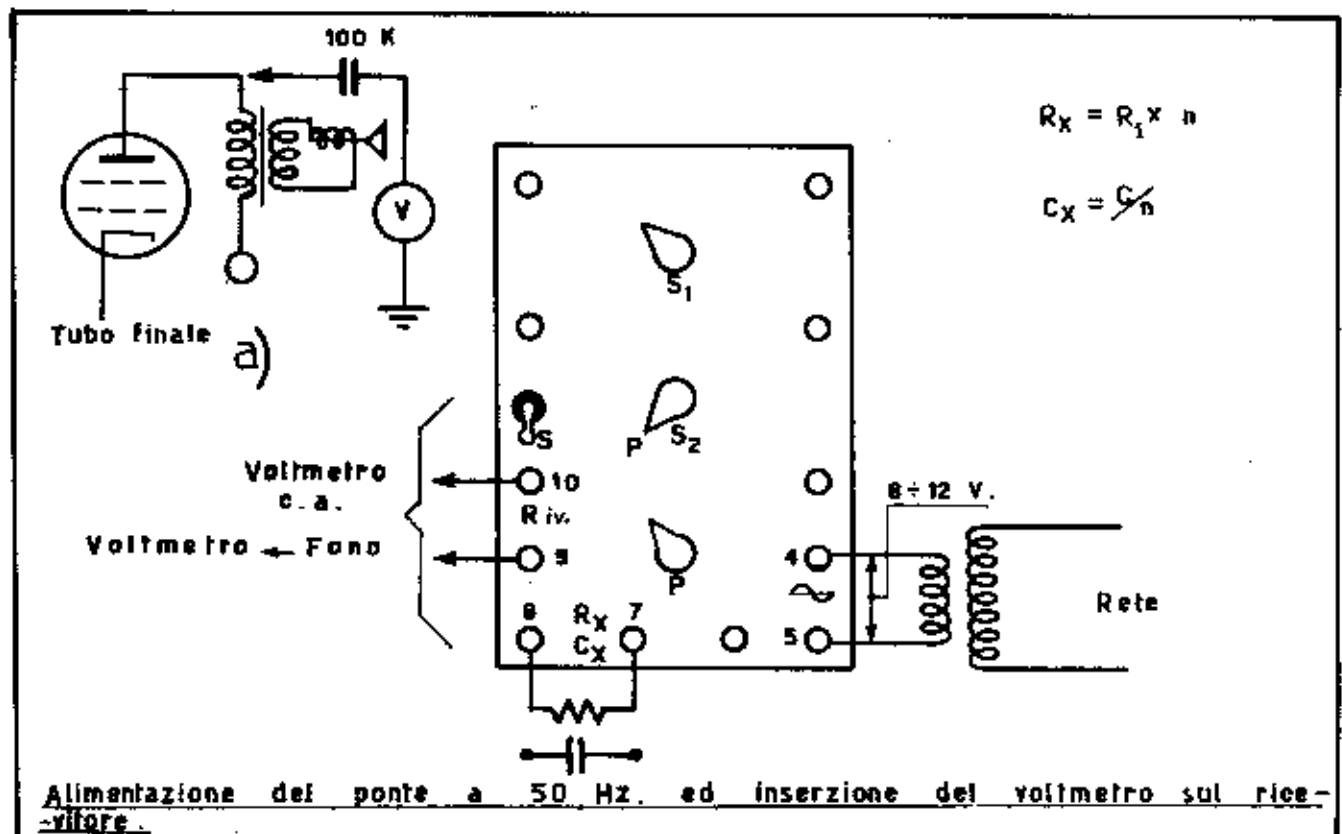

Fig. 2
3) - un ricevitore radio, predisposto per il FONO, la cui presa fono va collegata alle boccole Riv. Nel caso di alimentazione a 1000 Hz, basta ascoltare il fischio dell'altoparlante, mentre se l'alimentazione è a 50 Hz (notare che in questo caso NON si può usare per l'alimentazione del box i 6,3 volt dello STESSO ricevitore) occorre inserire il voltmetro per c.a. tra la placca del finale e massa, tramite un condensatore da 100 kpF (fig. 2, particolare a). Questo condensatore non è necessario se l'analizzatore serve da misuratore di uscita. Regolando il volume, si regola la sensibilità del ponte.